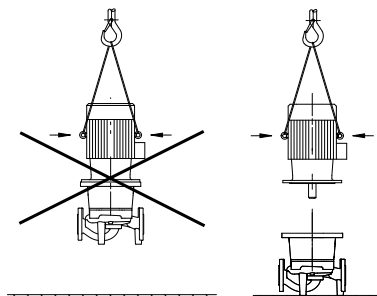

Fig. 16 : Elingage du moteur
- **N'utiliser les œillets de levage que pour le transport du moteur et non de la pompe complète (fig. 16).**